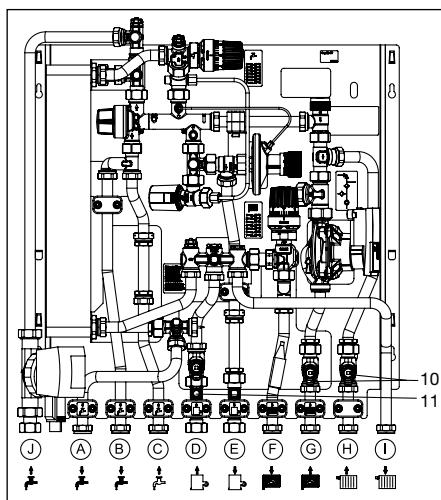

Abb. 8.1 Einbauposition Schmutzfänger
- Reinigen der Schmutzfänger (Abb. 8.1)